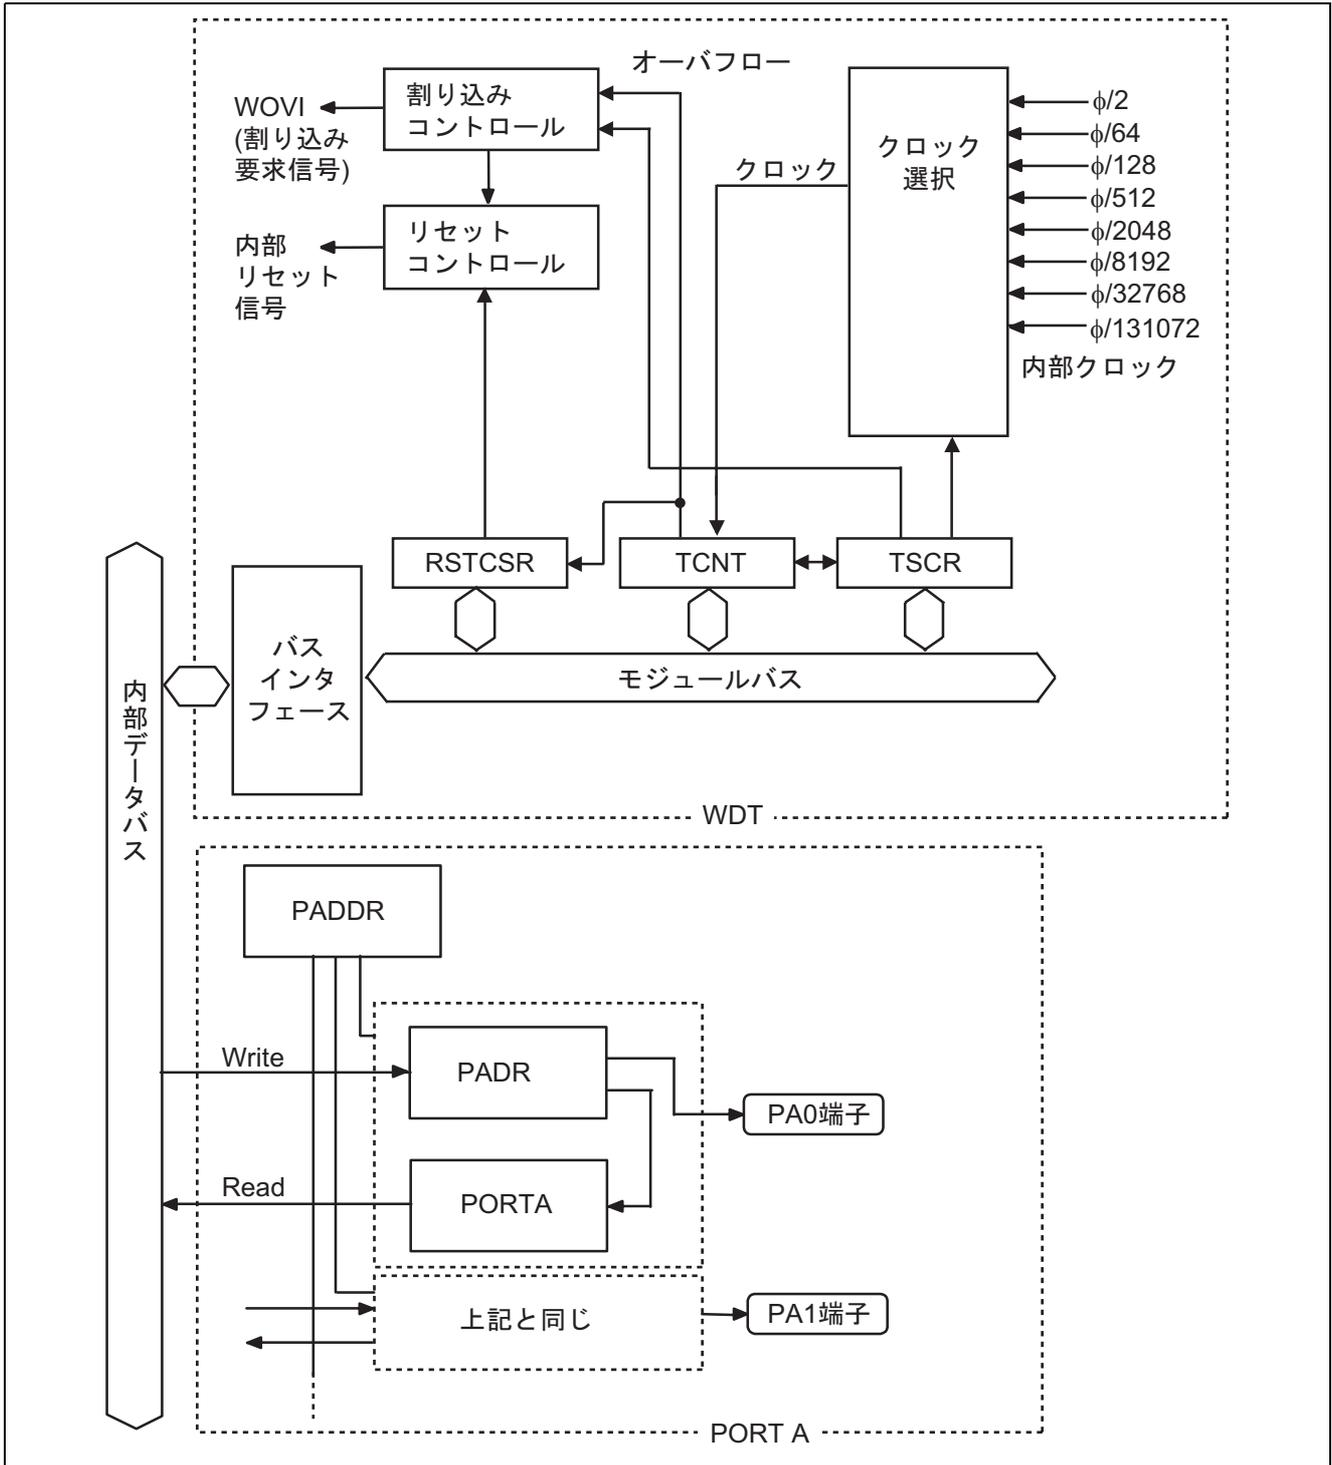

図2 WDT & ポート A 端子からの信号出力の図 (本タスクの場合を示します)
(1) インターバルタイマのブロック図を図 2 (上段) に示し、以下に本ブロック図について説明します。
(2) ポート A 端子の信号ルートの図を図 2 (下段：機能説明用の図) に示し、以下にポート A のレジスタについて説明します。